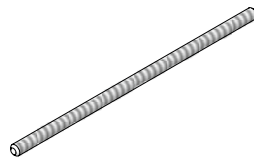

Abb. 11.1 Ankerstab DW
■ Mit Ankerstab DW 15 (Abb. 11.1) und Querausrichter 44.